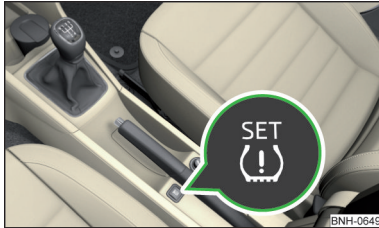

Abb. 210
- Die Symboltaste  » **Abb. 210** drücken und gedrückt halten.